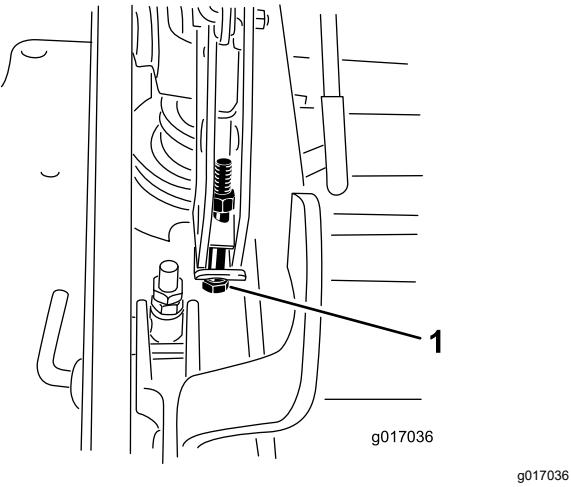

Figure 101
12. Si le tablier est trop bas, serrez le boulon de réglage monopoint dans le sens horaire. Si le tablier est trop haut, desserrez le boulon de réglage monopoint dans le sens antihoraire (Figure 101).